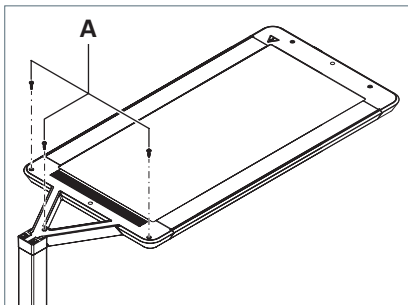

Fig. 9: Abdeckung festschrauben.
- Schrauben Sie die Abdeckung mit den drei Schrauben **A** fest, siehe Fig. 9.